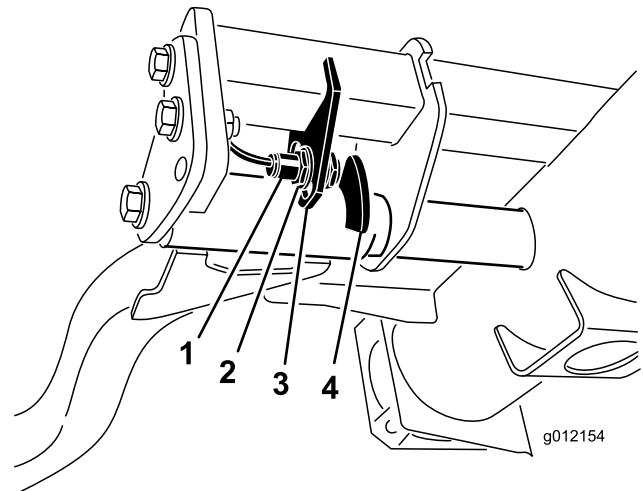

Bild 43
2. Der Hubarmschalter befindet sich unter dem Hydraulikbehälter hinter dem rechten vorderen Hubarm (Bild 43).
3. Lösen Sie die Befestigungsschrauben des Schalters (Bild 43) und schieben Sie den Schalter nach unten,